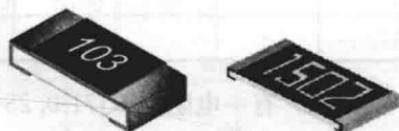

图 1-7 电阻值数码表示法
(3) 数码法。电阻值的数码表示法有 3 位和 4 位两种表示方法,如图 1-7 所示。